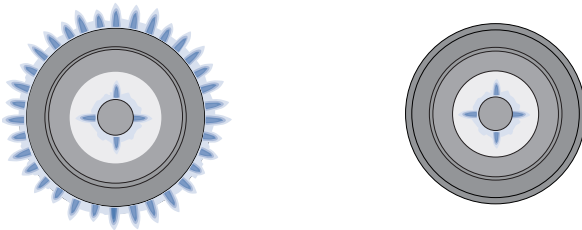
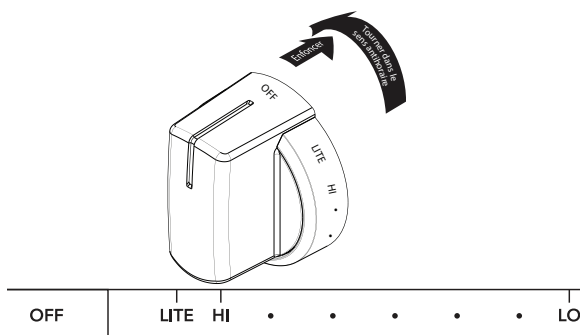

Figure 5 : Brûleur au niveau le plus élevé (G) et sur mijotage (D)
Figure 6 : Réglage du brûleur à double circuit
2. Vérifiez si les circuits interne et externe du brûleur à double circuit sont allumés (Figure 5). Une fois allumé, tournez la commande vers la gauche et réglez-la sur la dimension de flamme souhaitée.
3. Si vous souhaitez cuisiner avec une petite flamme ou une flamme de mijotage, faites tourner le bouton de commande vers la gauche de la position **HI** (élevée) vers la position **LO** (basse) (Figure 6). Lorsque le bouton est suffisamment tourné vers le réglage **LO** (Bas), la flamme du circuit externe du brûleur s'éteint et ne laisse que le brûleur interne avec une flamme de mijotage (Figure 5). Le cas échéant, réglez la flamme.